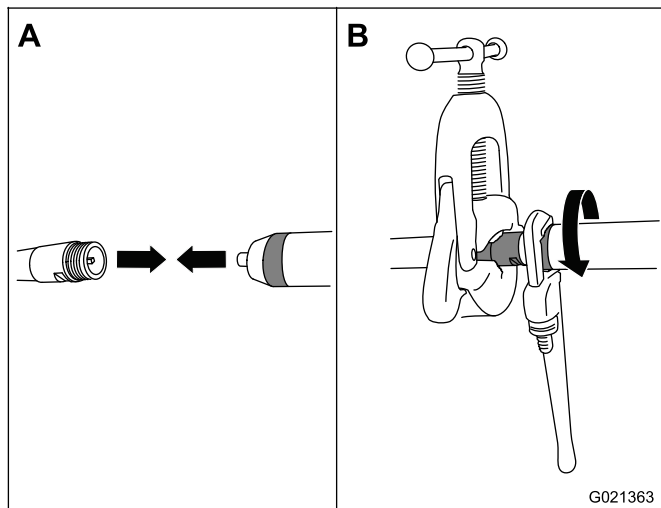

Figure 5
1. Bloquez l'extrémité filetée de l'arbre dans un étau à tuyaux et enduisez les filets de l'arbre de produit d'étanchéité pour prévenir toute infiltration d'eau dans la tête (Figure 5).